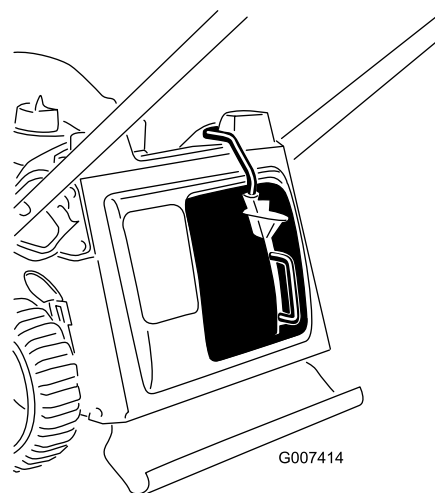

Figura 10
3. Suelte el botón de la palanca y asegúrese de que la parte superior de la palanca está introducido hasta el fondo de la ranura (Figura 10). **Si la parte superior de la palanca no está introducido hasta el fondo de la ranura, la máquina no arrancará.**